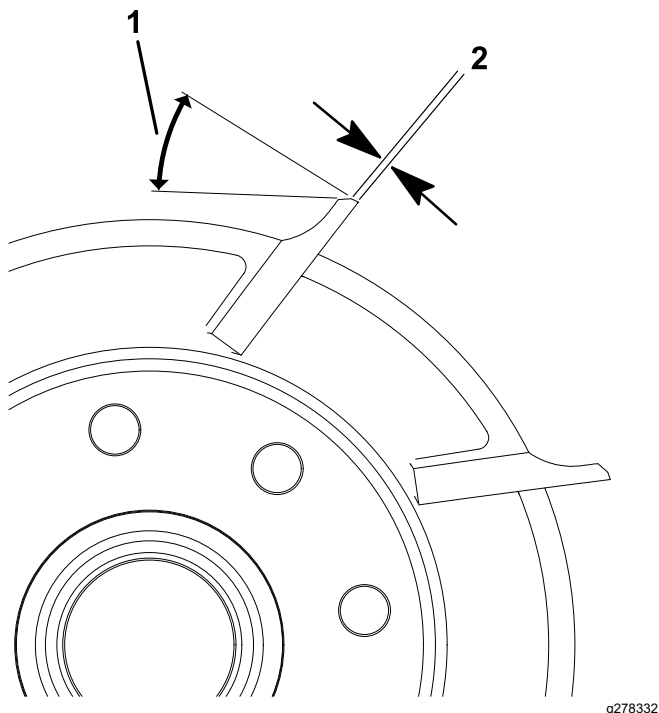

図 19
1. 全部のリール刃に30°の角度で2番削りを行って、ランド部の幅を0.76 mm にしてください 図19。